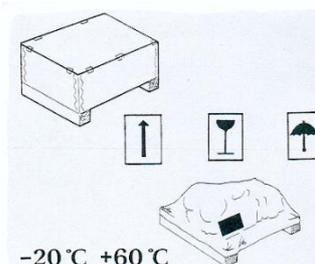

fig. 13
- Gli imballi, quando necessario, possono riportare segnalazioni e pittogrammi che forniscono importanti informazioni riguardanti la movimentazione ed il trasporto (massa, punti di presa, informazioni per lo stoccaggio, ecc.) - (fig. 13).